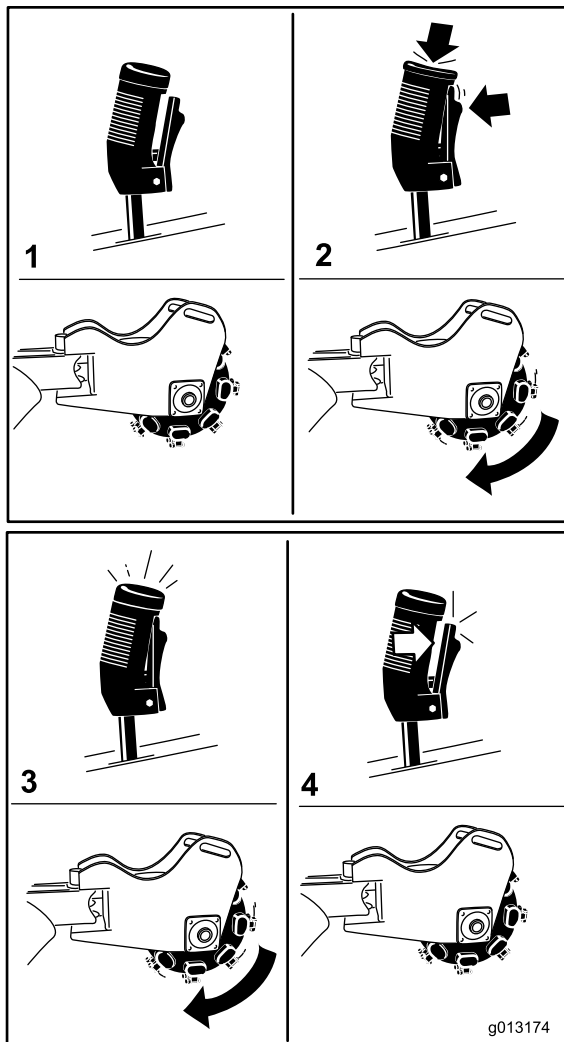

Bild 11
- Drücken Sie den Abzug und drücken Sie dann die rote Taste oben am Hebel, um die Fräse zu starten (Bild 11). Nach dem Start der Fräse können Sie die rote Taste loslassen.
- Lassen Sie den Abzug für mehr als eine halbe Sekunde los, um die Fräse anzuhalten (Bild 11).